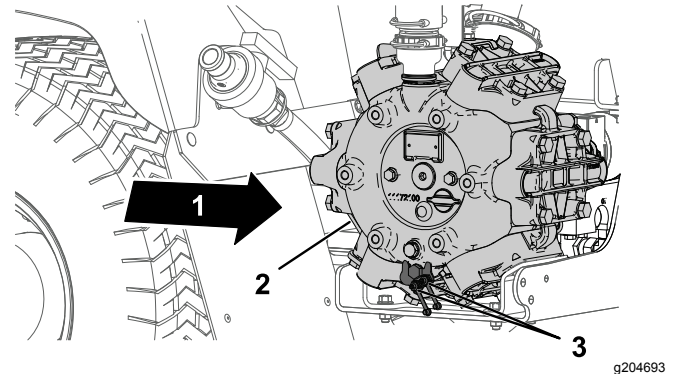

Figure 61
1. Essuyez les 2 graisseurs à distance pour les nettoyer (Figure 61).
2. Injectez de la graisse dans le graisseur à distance (Figure 61).